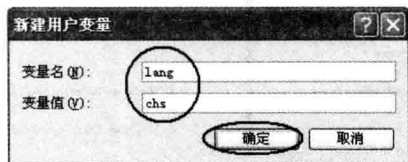

图 1.16 【新建用户变量】对话框
(4) 在【新建用户变量】对话框的【变量名】文本框中添加用户变量，如图 1.16 所示。然后单击各对话框中的【确定】按钮，完成环境变量的设置。现在打开 Pro/ENGINEER 软件，显示的即为中文简体版了。